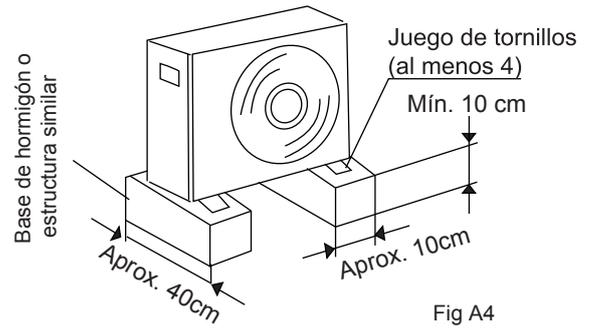

Fig A4
7. Sujete la unidad con sogas para evitar que se de vuelta en caso de que vientos fuertes soplen contra la unidad (Fig A4).